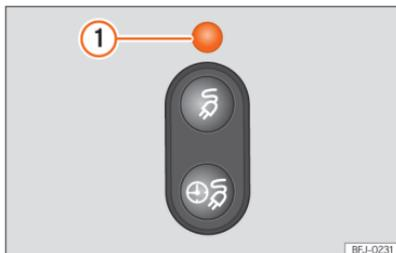

Abb. 57 Hinter der Batterieladeklappe: Ladevorgangsanzeige.
Die Ladevorgangsanzeige ist eine LED-Leuchte »» (Abb. 57) ①, die sich an der Ladedose befindet und den Stand des Ladevorgangs anzeigt.